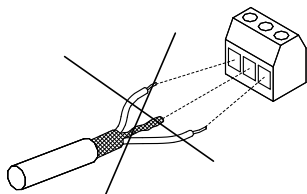

Fig. 39 No retorza los extremos de la pantalla
- Hay que evitar terminar la pantalla retorciendo los extremos. Véase la fig. 39. Utilice abrazaderas para cables o entradas para cable roscadas según EMC en su lugar.